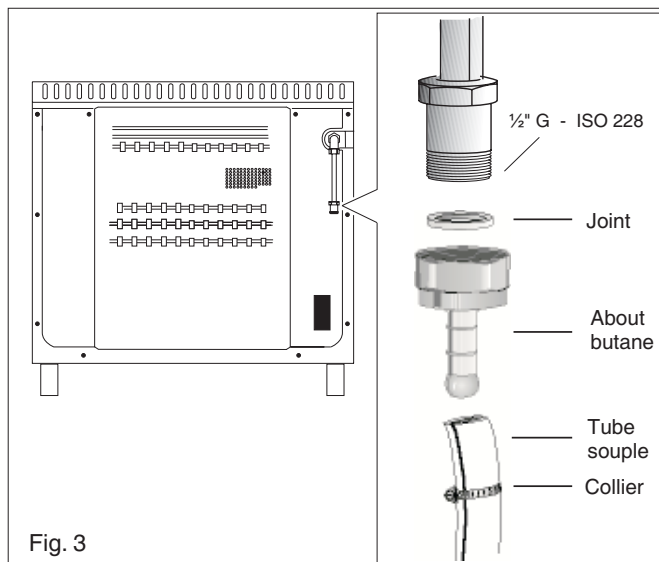

Fig. 3
- Vêillez à l'enfoncer suffisamment et à le fixer avec un collier à chaque extrémité (figure 3).